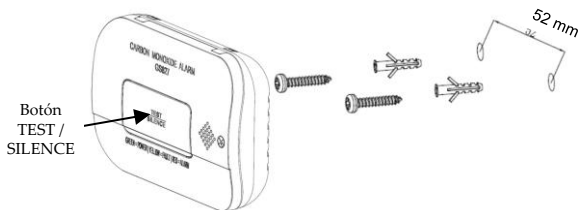

Figura 2. Montaje
3. Pruebe la unidad pulsando el botón TEST/SILENCE (*véase la figura 2*). Asegúrese de que el sonido de la unidad es del tipo de alarma.
Para probar la alarma, mantenga pulsado el botón TEST/SILENCE (véase la figura 2). Deberá escuchar el patrón de sonido de la alarma con el correspondiente parpadeo del indicador de alarma (LED rojo) y se enviará un mensaje de alerta al receptor del sistema. Los patrones de sonido de la alarma se detendrán cuando se suelte el botón TEST/SILENCE.
1. Pulse el botón TEST/SILENCE (*véase la figura 2*).